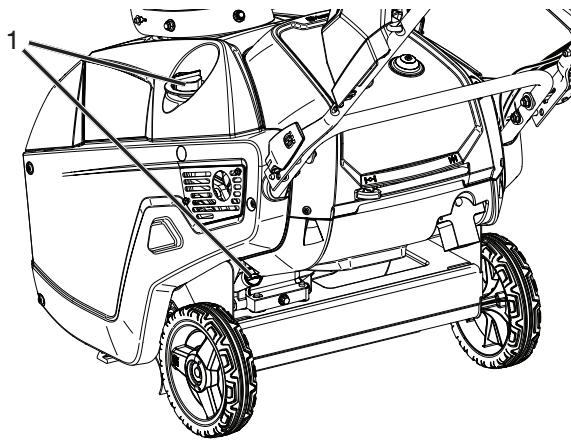

Figure 25
- Nettoyer la zone autour du bouchon de remplissage d'huile/la jauge (Figure 25).